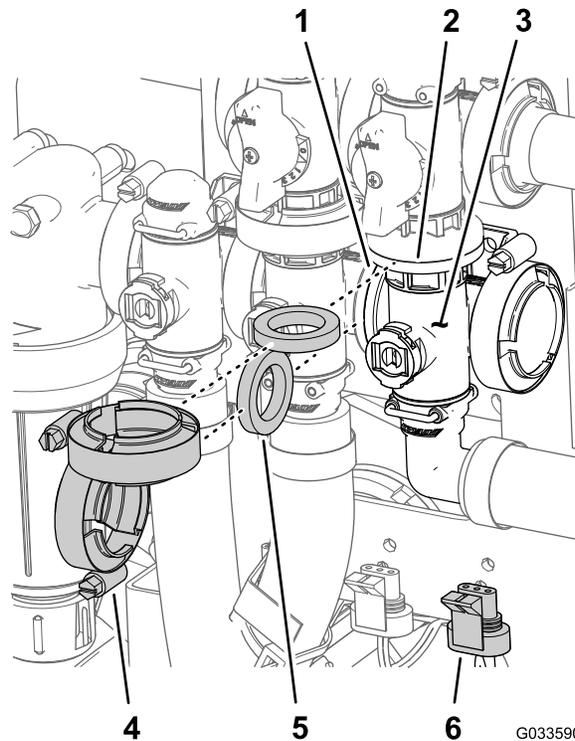

Bild 129
- Fluchten Sie den Flansch des Hauptauslegerventilverteilers, eine Dichtung und den Flansch des Hauptausleger-Sicherheitsventils aus (Bild 129).
- Montieren Sie den Hauptausleger-Ventilverteiler, eine Dichtung und das Hauptausleger-Sicherheitsventil mit einer Flanschklammer und ziehen sie mit der Hand an (Bild 129).
- Fluchten Sie den Flansch des Hauptauslegerventilverteilers, eine Dichtung und den Rührwerkventilverteiler aus (Bild 129).
- Montieren Sie den Hauptausleger-Ventilverteiler, die Dichtung und den Rührwerkventilverteiler mit einer Flanschklammer und ziehen sie mit der Hand an (Bild 129).
7. Befestigen Sie das Rührwerkventil mit der Bundkopfschraube und der Sicherungsbundmutter (Bild 129), die Sie in Schritt 3 von Entfernen des Ventils des Hauptauslegerverteilers (Seite 84) entfernt haben, an der Ventilhalterung und ziehen Sie die Schraube und Mutter auf ein Drehmoment von 10 bis 12 N·m an.